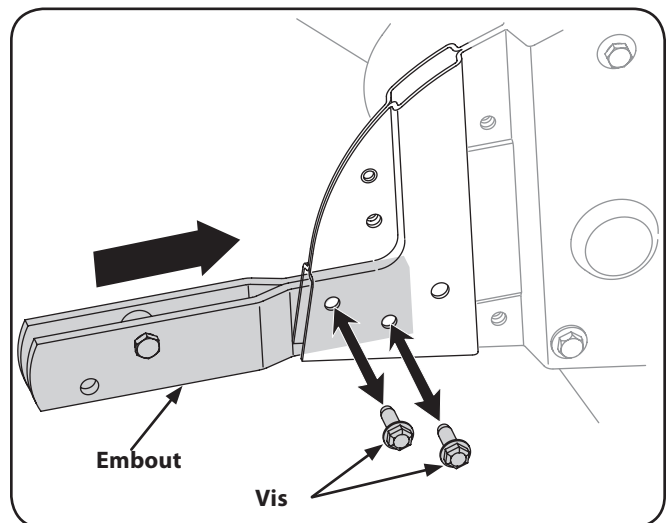

Fig. 3-6
2. Enlevez les deux vis autotaraudeuse qui se trouvent sur le devant de l'embout. Voir la Fig. 3-6.